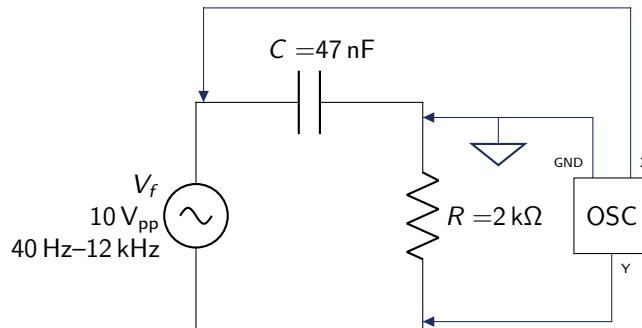

Figura 11.1: Circuito RC serie.
2. ¿Cuál es la utilidad práctica o aplicación del circuito RC serie de la figura 11.1 investigado en función de la frecuencia?
- Monte el circuito de la figura 11.1.